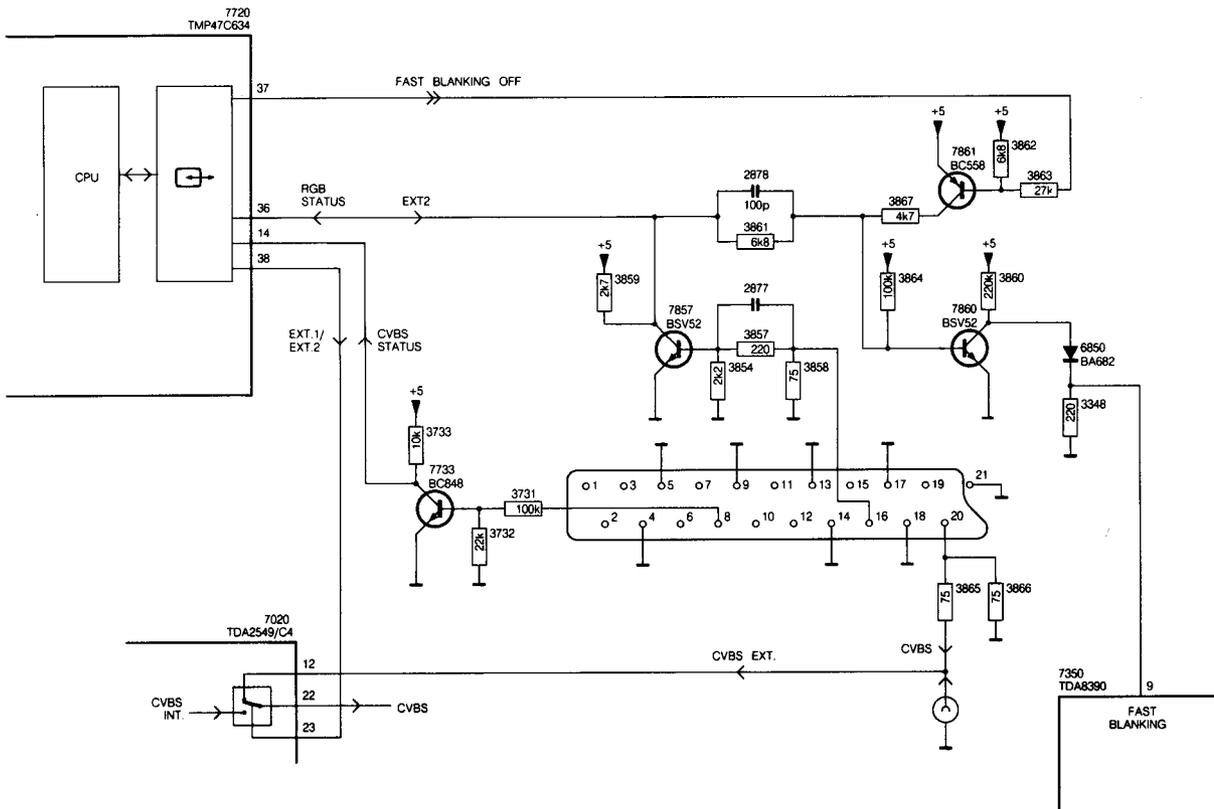

Bild 2.18
2.8.4.1 Extern 1 (Bild 2.18)
2.8.4.2 Extern 2 (Bild 2.18)
Während der automatischen Feinabstimmung wird die Abstimmfrequenz des Kanalwählers um bis zu 18 Schritte von 62,5 kHz erhöht, bis die von Anschluss 15 von IC7020 stammende AFC-Spannung an Anschluss 9 des Mikrocomputers niedriger als 2 Volt wird (siehe Bild 2.18). Mit 18 Schritten von 62,5 kHz wird ein Gebiet von 1,125 MHz abgetastet. Dadurch ergibt sich eine Ueberschneidung von 0,125 MHz. Diese 18 Schritte werden folgendermassen binär gebildet: t3 t2 t1 t0 + t4 + t5. Diese 6 Bits werden in dem Speicher festgelegt (siehe Abschnitt 2.11).